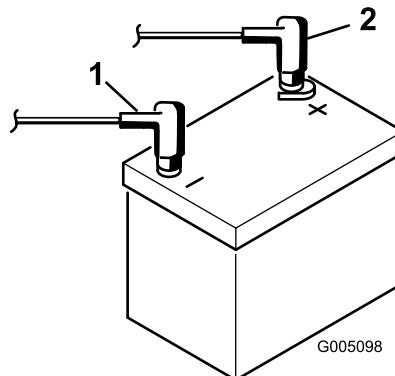

Figura 6
- Dal solenoide del motorino di avviamento, collegate il cavo positivo (rosso) della batteria al polo positivo (+) della batteria (Figura 6). Fissatelo saldamente con una chiave e spalmate della vaselina sul morsetto.